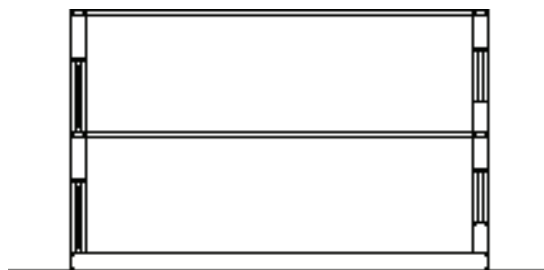

图 12-23 绘制楼板
4) 重复上述操作继续绘制双线楼板, 结果如图 12-23 所示。